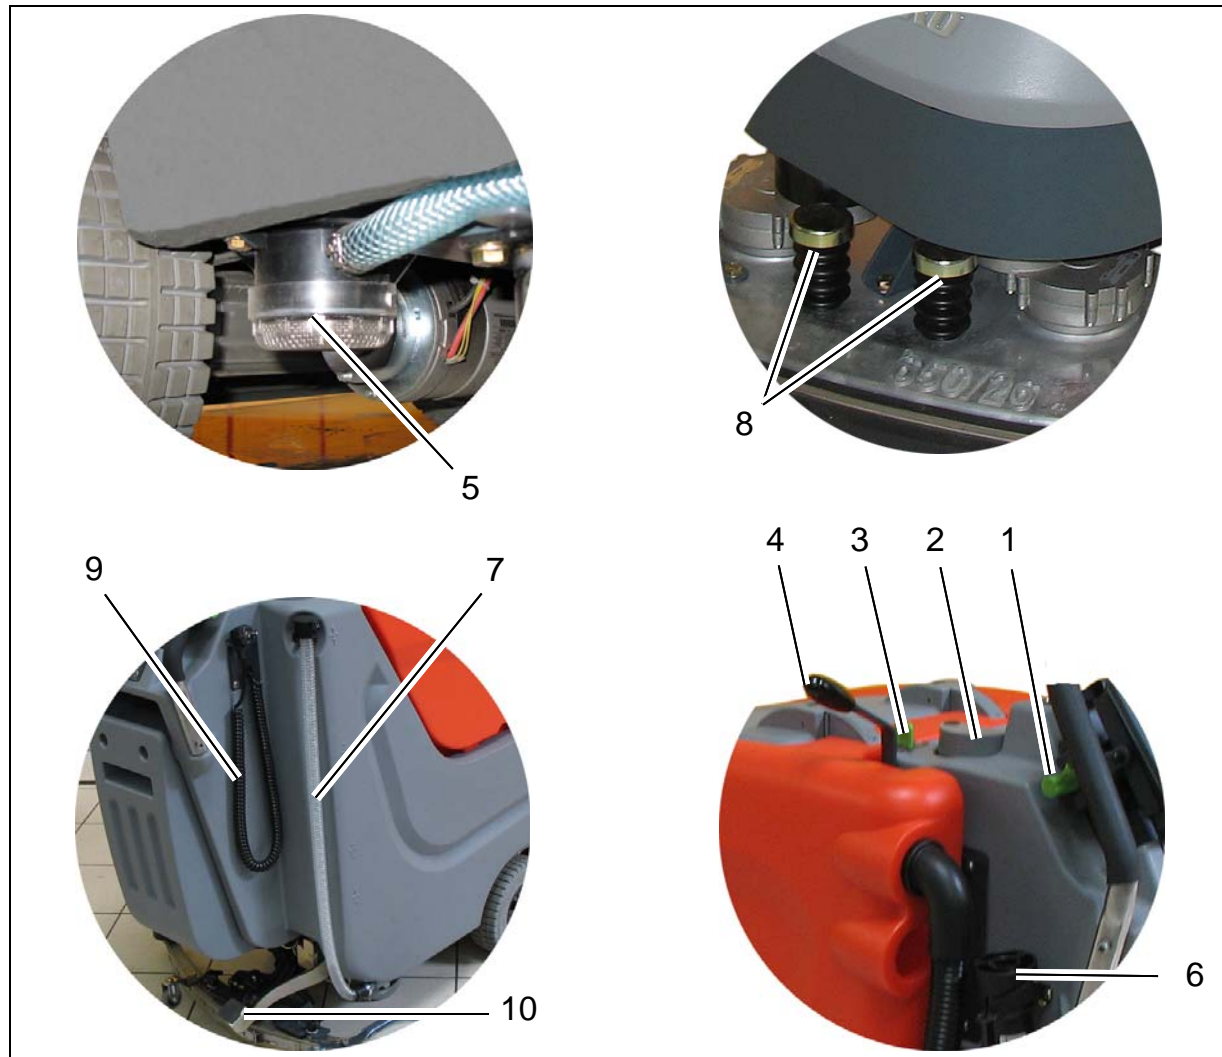

Fig.4
2. Abaisser le suceur avec le levier (Fig. 4/4). La turbine d'aspiration se branche automatiquement.
3. Régler la quantité d'eau propre au moyen de la vanne manuelle (Fig. 4/3)
4. Abaisser la tête de brosses avec la pédale (Fig. 4/10). L'alimentation en eau propre se branche automatiquement.
5. Régler la vitesse de travail et le sens du déplacement au moyen du levier de marche (Fig. 4/1).
Levier de marche (Fig. 4/1)
Ouverture de remplissage de l'eau propre (Fig. 4/2)
Vanne manuelle de l'eau propre (Fig. 4/3)
Levier à main de soulèvement du suceur (Fig. 4/4)
Filtre d'eau propre (Fig. 4/5)
Flexible d'évacuation de l'eau sale (Fig. 4/6)
Flexible d'évacuation de l'eau propre (Fig. 4/7)
Éjecteur de brosses (Fig. 4/8)
Raccordement au secteur (Fig. 4/9)
Pédale de la tête de brosses (Fig. 4/10)